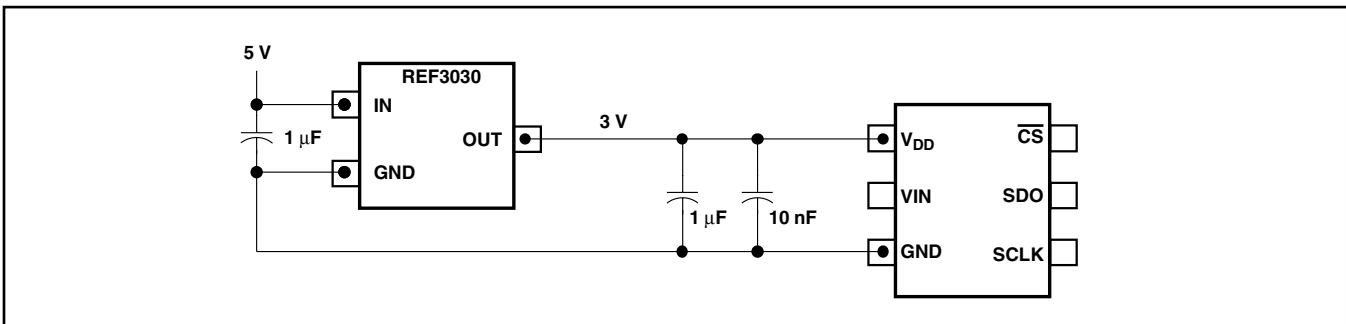

図 45. REF3030リファレンスの使用例
- REF3030またはREF3130などの低ドリフト、低ドロップアウトのリファレンス電圧発生器からのリファレンス出力電源供給。ADS7884およびADS7885では、広い範囲の供給電圧を使用できます。リファレンス電圧発生器の実際の選択肢は、システムによって異なります。図45に、アプリケーション回路例を示します。